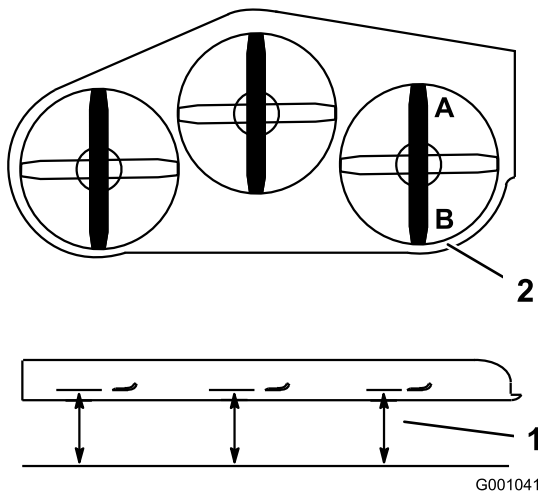

Figura 112
1. Disponete la lama **destra** in posizione longitudinale rispetto alla macchina (Figura 112).
2. Misurate ai punti A e B dalla lama destra al punto **A** da una superficie piana fino al tagliente della punta della lama (Figura 112).
4. Misurate la lama destra al punto **B** da una superficie piana fino al tagliente della punta della lama (Figura 112).
6. La lama del tosaerba deve essere da 6 a 10 mm più bassa al punto **A** rispetto al punto **B** (Figura 112). In caso contrario eseguite la seguente operazione.